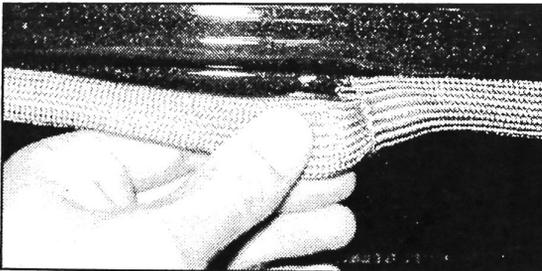

FIGURE 2
2. Confirmer que le joint est correctement installé et que ses attaches ne sont pas desserrées. Si l'on remarque des attaches desserrées, renfoncer l'attache dans le cadre avant et vérifier si le couinement de la porte se fait toujours entendre. Voir Figure 2.